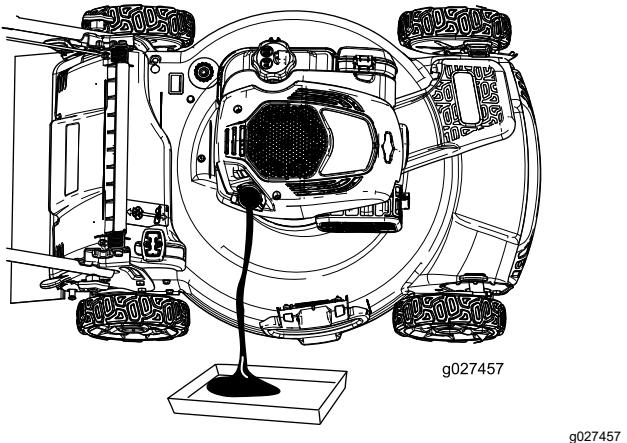

Figura 26
- Ponga la máquina de lado (de modo que el filtro de aire quede hacia arriba) para drenar el aceite usado a través del tubo de llenado de aceite (Figura 26).